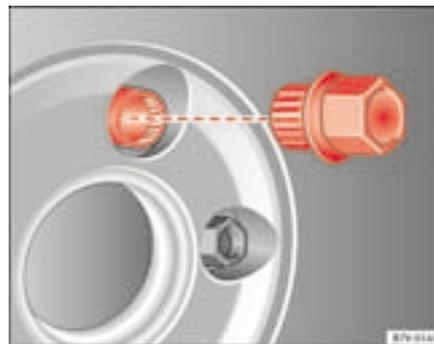

Abb. 160 Radwechsel:
- Schieben Sie den Adapter⁴⁵⁾ bis zum Anschlag in die Anti-Diebstahl-Radschraube ⇒ Abb. 160.